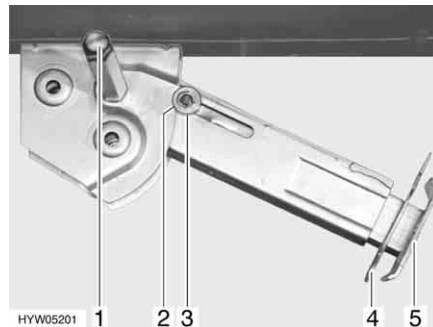

Fig. 46 Apoio de elevação
- Encaixe a chave de caixa na peça sextavada (Fig. 46,1) e gire, até o apoio de elevação ficar verticalmente voltado para baixo.
- Retire o contrapino (Fig. 46,4) da peça de prolongamento do pé de apoio (Fig. 46,5).
- Encaixe a chave de caixa na peça sextavada (Fig. 46,1) e gire, até o apoio de elevação deixar de estar apoiado no chão.
- Empurre completamente para dentro a peça de prolongamento do pé de apoio (Fig. 46,5) e encaixe o contrapino (Fig. 46,4) no orifício previsto para ele na peça de prolongamento do pé de apoio.
- Com uma chave de caixa, gire a peça sextavada (Fig. 46,1), até o apoio de elevação ter sido completamente deslocado para cima e a anilha de guia (Fig. 46,3) tenha entrado completamente no entalhe (Fig. 46,2).